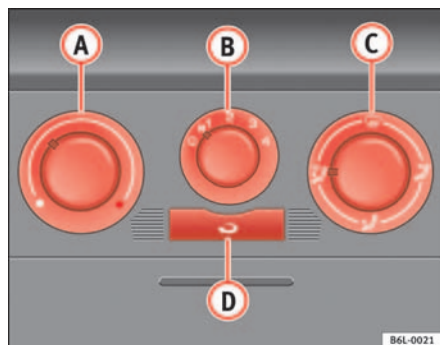

Fig. 84 Sur le tableau de bord : éléments de commande du chauffage
- Tournez le régulateur de température ⇒ fig. 84 **A** vers la gauche.
- Tournez le régulateur de température ⇒ fig. 84 **A** vers la droite pour sélectionner la puissance calorifique souhaitée.
- Tournez le régulateur de température ⇒ fig. 84 **A** vers la droite jusqu'au niveau maximal de puissance calorifique.
- Tournez le régulateur de température ⇒ page 121, fig. 84 **(A)** vers la zone de chauffage.